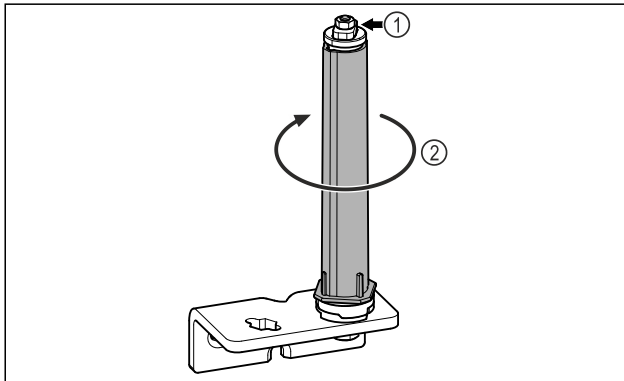

Fig. 29
- ▶ Ne pas démonter le système de fermeture de la porte Fig. 29 (1).
- ▶ Faire tourner le système de fermeture Fig. 29 (2) jusqu'à entendre un clic.